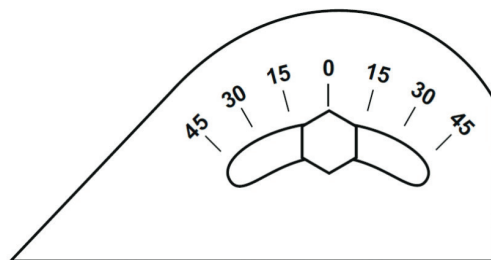

Рисунок 4
- На подвижной части тисков есть шкала, позволяющая точно установить угол реза заготовки (рисунок 4).